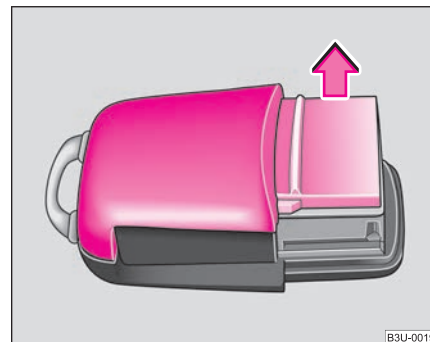

Fig. 20 Tapa de la carcasa del emisor
- Retire la tapa de la carcasa de la emisora ⇒ página 41, fig. 20 en la dirección de la flecha.